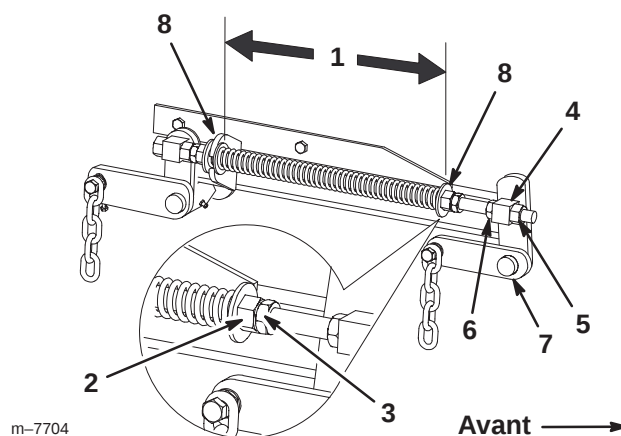

Figure 59
7. Desserrez d'environ 13 mm les écrous de blocage à l'avant des pivots avant gauche et droit (Fig. 59).
8. Réglez les écrous de relevage sur les côtés gauche et droit de la machine de manière à **abaisser l'avant de 6 à 10 mm au point A par rapport au point B à l'arrière** (Fig. 59).
1. Déplacez le levier de relevage du plateau de coupe à la position de transport (Fig. 59).
2. Vérifiez que les 2 grandes rondelles sont espacées de 26 cm (Fig. 59).
3. Réglez cette distance en desserrant l'écrou de blocage du ressort et en tournant l'écrou devant chaque ressort (Fig. 59).
4. Bloquez l'écrou en position en serrant l'écrou de blocage du ressort (Fig. 59).